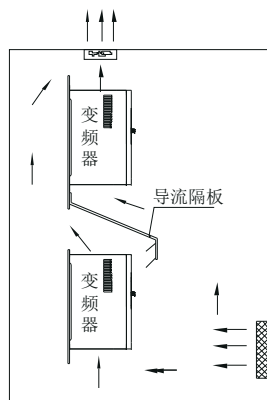

图3-2 多台变频器的安装
多台变频器工作时，通常进行并排安装。在需要上下排安装的情况，由于下排变频器的热量会引起上排设备温度上升导致故障，应采取安装隔热导流板等对策，如图3-2所示。
- 2) 请向上垂直安装变频器，便于热量向上散发。若柜内有多台变频器时，请并排安装。在需上下安装的情况，请参考图3-2，安装隔热导流板。